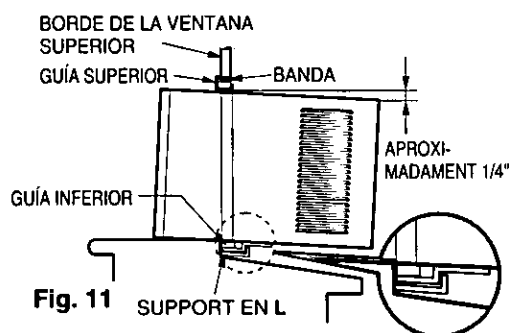

Fig. 11
b. Mientras mantiene el aire acondicionado en posición, cuidadosamente baje el borde de la ventana superior hasta la guía superior del aire acondicionado, como en la Fig. 11.